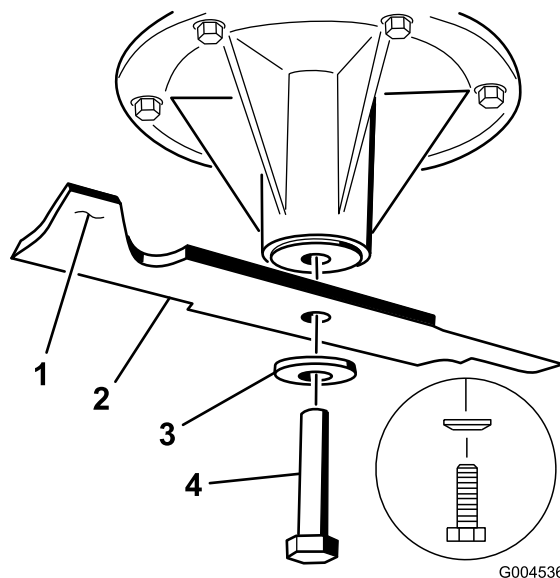

Figura 105
1. Instale la cuchilla en el eje (**Figura 105**).
2. Instale la arandela de muelle y el perno de la cuchilla (**Figura 105**).
Nota: El cono de la arandela elástica debe estar orientado hacia la cabeza del perno (**Figura 105**).